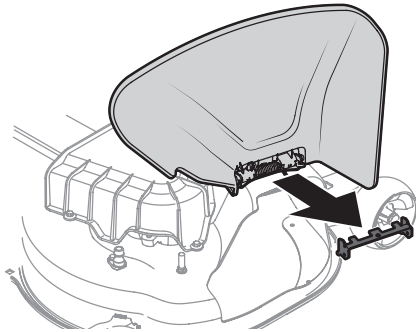

Figura 9
- Baje el deflector de canal y descarte la traba de seguridad. Consulte la Figura 9.